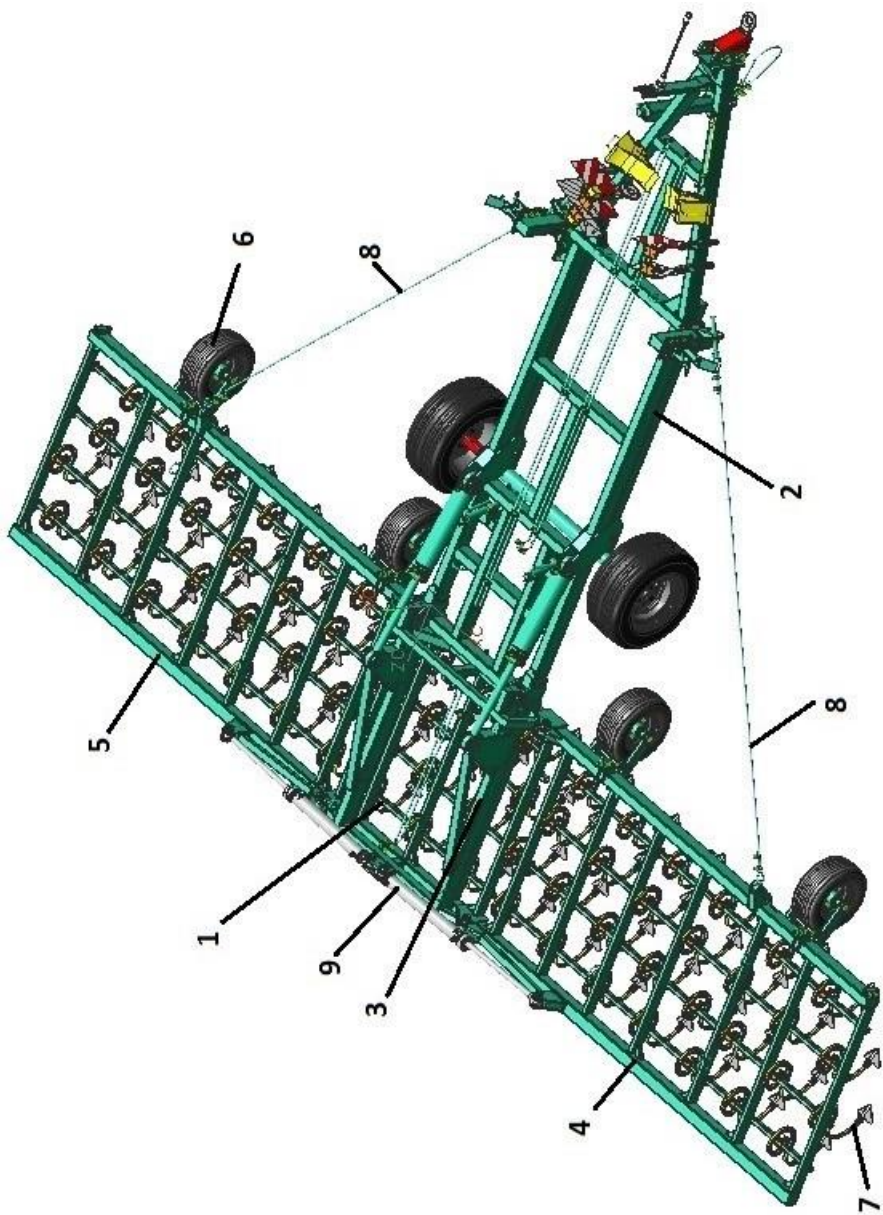

Рисунок 1 – Общий вид культиватора КПМ-8ПЕ в рабочем положении
3.1 Культиватор КПМ представляет собой полуприцепную машину, состоящую из: рабочего полотна 1, транспортной тележки 2, стяжек крыльев 8 (кроме КПМ-6ПЕ), гидросистемы 9 (рисунок 1).
3.2 Рабочее полотно состоит (рисунок 1) из центральной секции 3, крыла правого 4, крыла левого 5. На полотне установлены рабочие органы 7. На крыльях установлены копирующие колёса 6 с винтовой регулировкой глубины обработки. Глубина обработки центральной секции регулируется колесами транспортной тележки.
Рисунок 1а – Общий вид культиватора КПМ-6ПЕ в рабочем положении
(остальное см. рисунок 1)